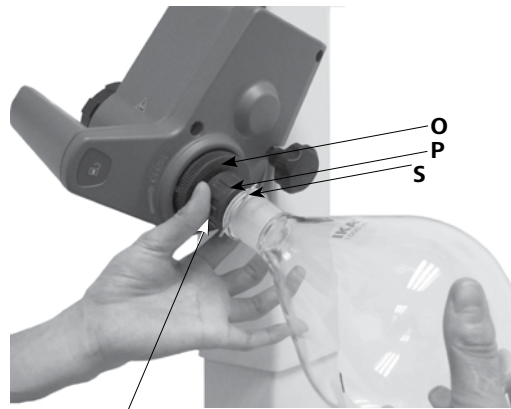

Fig. 15b
- 핀이 베이퍼 튜브에 놓일 수 때까지 핀 (S)으로 플라스틱 너트 (P)를 시계 반대 방향으로 돌립니다. (Fig. 15b).
- 이제 클램프가 플랜지에 꼭 붙을 때까지 시계 방향으로 플라스틱 너트를 돌립니다. 이렇게하여 잠금 장치 (O)를 증기 파이프에 유지시킵니다.